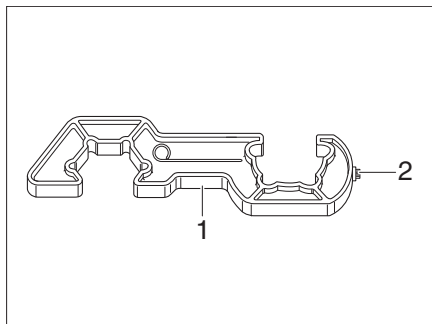

Fig. 254 Elemento auxiliar de enroscado
- ▶ Para enroscar y desenroscar las mangueras de alta presión, utilizar el elemento auxiliar de atornillado (Fig. 254,1). Garantiza el par de apriete necesario y evita que se produzcan daños en la unión atornillada por el uso de una herramienta incorrecta.
- Desenroscar la manguera de alta presión (Fig. 251,3) de la bombona de gas con el elemento auxiliar de enroscado (Fig. 254).